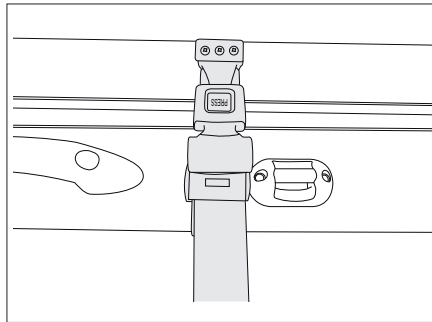

Fig. 165 Cinturón de seguridad
- Soltar el cinturón de retención (Fig. 165).
- Colocar el cinturón de retención (Fig. 165).